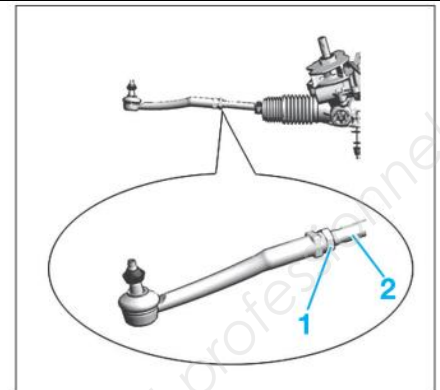

FIG. 65
- En utilisant les mesures au paragraphe "Caractéristiques", régler le parallélisme en desserrant le contre écrou (1) (Fig.65), puis en assagissant sur la biellette (2).